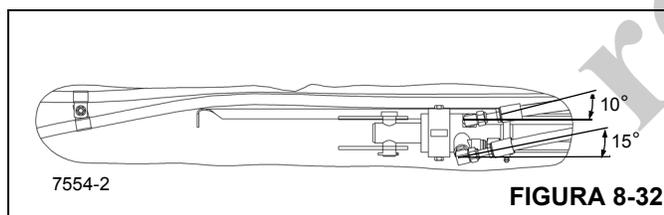

FIGURA 8-32
**NOTA:** Mantenha as conexões e mangueiras hidráulicas próximas às cantoneiras mostradas e o mais para baixo possível para evitar que se friccionem na placa superior e lateral da viga e para que sejam tracionadas corretamente durante a extensão e retração da viga Figura 8-32.